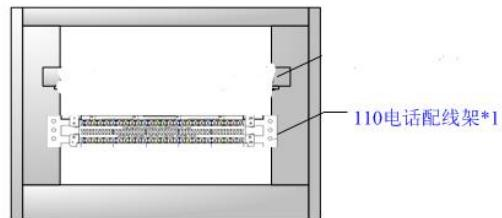

图 1-1
1. 按照附图1-1、1-2所示，完成机柜内配线架设备的安装。
① 选手制作“RJ45水晶头——RJ45水晶头”跳线和“RJ45模块——RJ45模块”跳线，并且串联在一起，模块跳线和水晶头跳线颜色必须不同，如图1-1所示。以相联的一根模块跳线和一根水晶头跳线为一组，最终评价链接的跳线数量和质量。同时评判端接的外观质量，操作规范，环境卫生等。
② 竞赛开始首先制作“RJ45模块——RJ45模块”跳线，并且插入准备阶段制作的“RJ45水晶头——RJ45水晶头”跳线，然后再制作“RJ45水晶——RJ45水晶头”跳线、“RJ45模块——RJ45模块”跳线，按此循环依次制作，边做边串联和测试。不得“跳跃式”制作。
③ 每根跳线必须保证合格，不合格跳线不得串联，选手可以通过测线器进行测试，可以边测试边进行跳线制作。